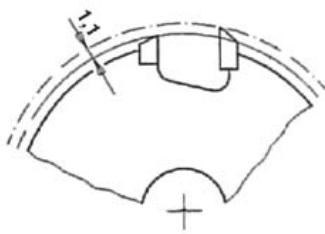

fig. 1
- Forma não redonda do corpo, com limitador sendo o máximo de rebaixo em relação ao cortante de 1,1 mm. (fig.1)
- Forma no redonda del cuerpo, con limitador o deflector, siendo el máximo saliente del cortante de 1,1mm. (fig.1)